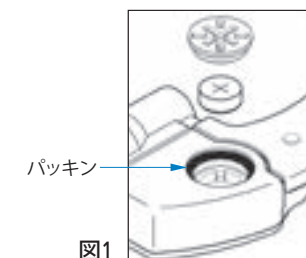

図1
5. 出力コネクタのカバーのねじや電池蓋はパッキンがはみ出さないように締付けてください。(図1)